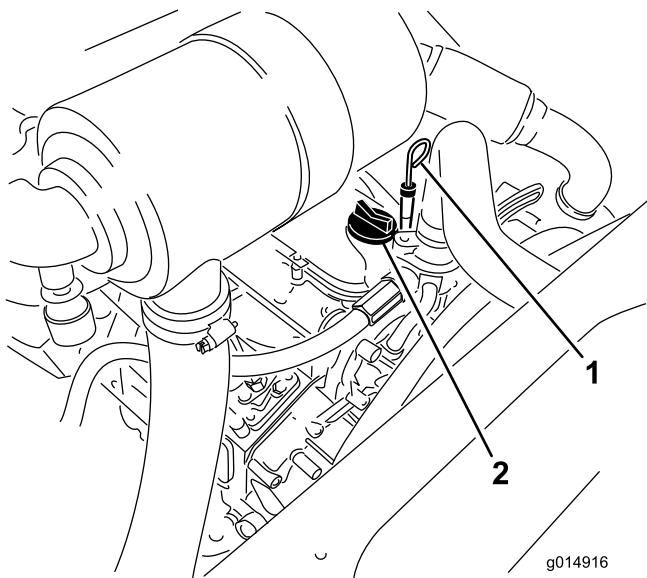

Figura 27
3. Retire la varilla, límpiela, y vuelva a colocarla (Figura 27).
5. Si el nivel de aceite está por debajo de la marca LLENO, retire el tapón de llenado (Figura 27) y añada aceite hasta que el nivel llegue a la marca LLENO. **No llene demasiado.**